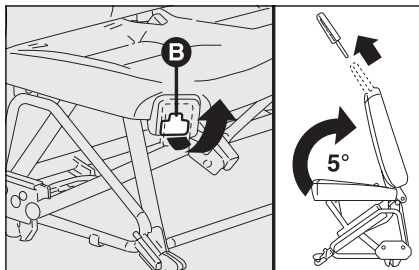

fig. 33
- plaats de hendel **B**-fig. 33 (onder de hendel **A**) met de rechter hand omhoog;